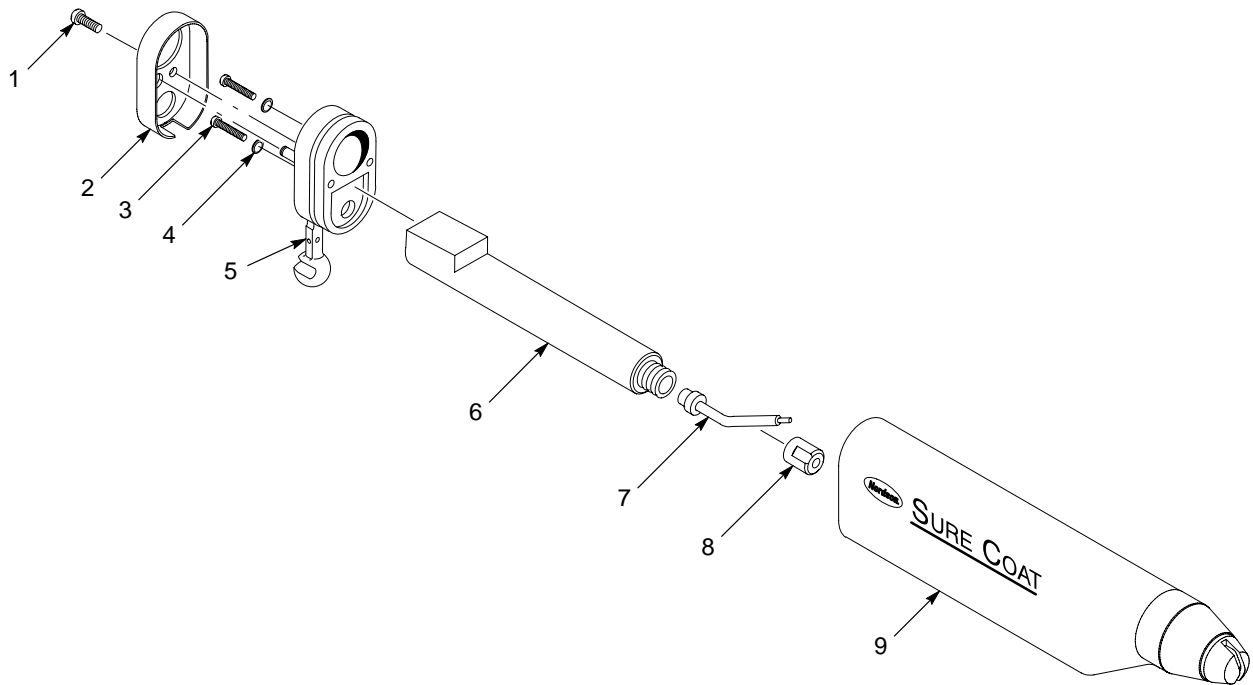

Figura 6-5 Substituição do multiplicador da pistola com barra de suporte
Consulte a figura 6-5.
1. Instale a ponta de contacto (7) no novo multiplicador (6).
2. Deslize a porca do multiplicador (8) sobre a ponta de contacto e enrosque-a na extremidade do multiplicador até que a porca esteja encostada à parte anterior do multiplicador.
3. Introduza o novo multiplicador no corpo (9). Certifique-se de que o multiplicador está orientado como se mostra na Figura 6-5.
4. Fixe a consola de suporte (5) ao corpo utilizando os parafusos (3) e as juntas tóricas (4).
5. Fixe a capa (2) da extremidade à consola de suporte, utilizando o parafuso (1).